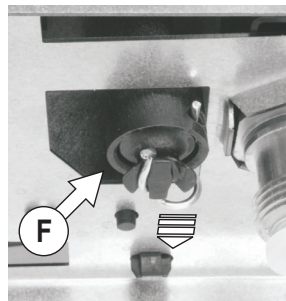

Рис. 27
- Влево от подачи ОВ (снизу) в котел размещен фильтр ОВ (рис. 27).
- Снимите фильтр (F) и прочистите с помощью неострой щетки или продувкой под высшим напором (компрессором).